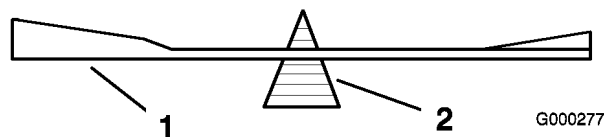
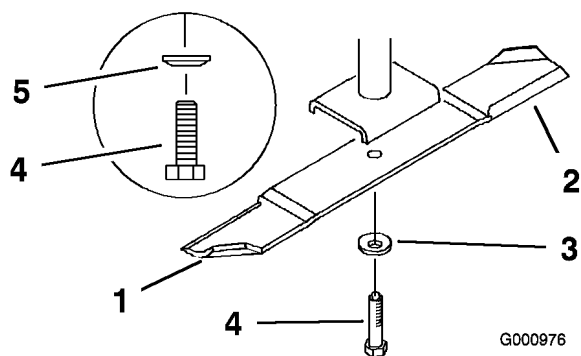

Figure 71
Figure 72
2. Retirez de l'axe le boulon, la rondelle élastique et la lame (Figure 72).
2. Vérifiez l'équilibre de la lame en la plaçant sur un équilibreur (Figure 71). Si la lame reste horizontale, elle est équilibrée et peut être utilisée. Si la lame est déséquilibrée, limez un peu l'extrémité de la partie incurvée seulement (Figure 72). Répétez la procédure jusqu'à ce que la lame soit équilibrée.
1. Placez la lame sur l'axe (Figure 72).
2. Installez la rondelle élastique et le boulon de la lame. Le cône de la rondelle élastique doit être dirigé vers la tête du boulon (Figure 72).